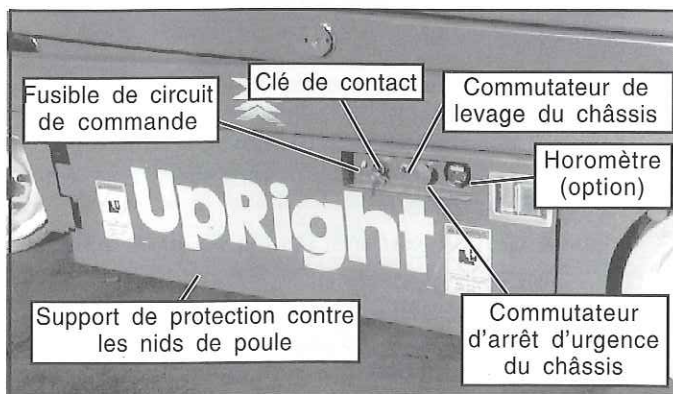

Figure 1 : Châssis, côté gauche
9. Régler les boutons d'arrêt d'urgence du châssis et de la plate-forme sur « ON » (figures 1 et 2) en tirant sur le bouton pour le faire sortir.
10. Mettre la clé de contact du châssis (figure 1) sur châssis (« CHASSIS »).
11. Mettre le commutateur de levage du châssis (figure 1) en position haut (« UP ») et élever complètement la plate-forme.